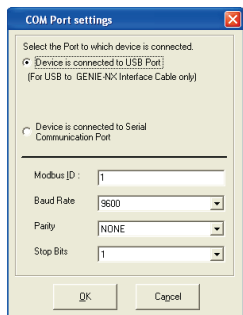

Fig. 6
- Selecione o comando de menu Options > Comm port. A janela de ajuste COM Port será exibida como vista abaixo (Fig. 6), mostrando dois botões de opção para selecionar a Porta.